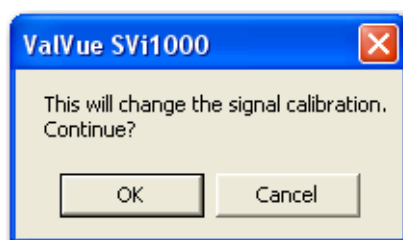

图 34 这将更改标定
1. 单击 Calib. Signal.，出现图 34 所示对话框。